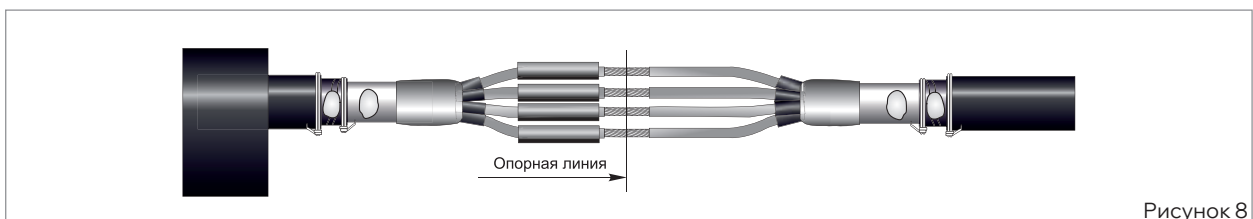

Рисунок 8
- В случае одножильного кабеля перейти к операциям, относящимся к рис. 8.